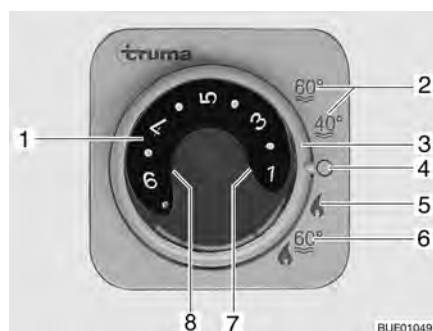

Fig. 158 Unidad de mando para la calefacción/caldera
- Ajustar el modo de funcionamiento con el interruptor giratorio (Fig. 158,3).
Según la temperatura ambiente deseada, la calefacción selecciona automáticamente la potencia de quemador necesaria. Cuando se alcanza la temperatura ambiente deseada se desconecta el quemador. El sensor de temperatura situado junto al panel mide la temperatura del ambiente. En el modo de funcionamiento "calefacción y caldera" (Fig. 158,6), se calienta también el agua de la caldera. En el modo "calefacción sin caldera" (Fig. 158,5), la calefacción puede funcionar con la caldera vacía.
- Poner el botón giratorio de temperatura (Fig. 158,1) de la unidad de mando en el grado de temperatura deseado.
- Situar el interruptor giratorio (Fig. 158,3) en el modo invierno "calefacción sin caldera" (Fig. 158,5) o en modo invierno "calefacción y caldera" (Fig. 158,6).
La luz de control verde (Fig. 158,7) está encendida y al mismo tiempo indica el grado de temperatura seleccionado.
Al estar llena la caldera, la luz de control amarilla (Fig. 158,8) indica la fase de calentamiento del agua.
- Ajustar el interruptor giratorio (Fig. 158,3) en "O" (Fig. 158,4).